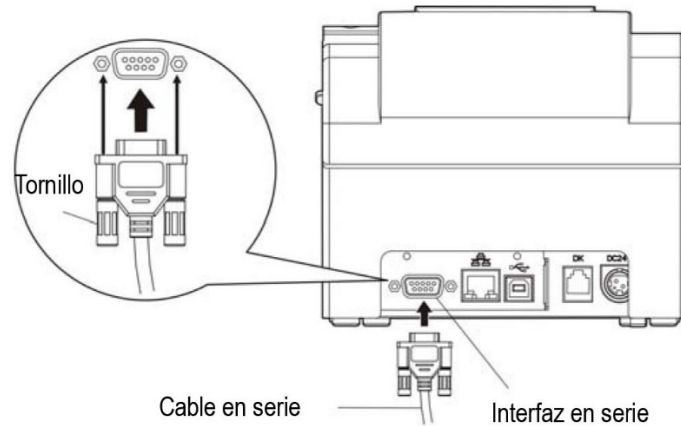

Figura 2-5 Conexión del cable en serie.
1. Asegúrese de que la computadora y la impresora estén apagadas, conecte el cable en serie a la interfaz en serie de la impresora y apriete los tornillos en ambos lados para fijar el cable. (Como se muestra en la Figura 2-5).